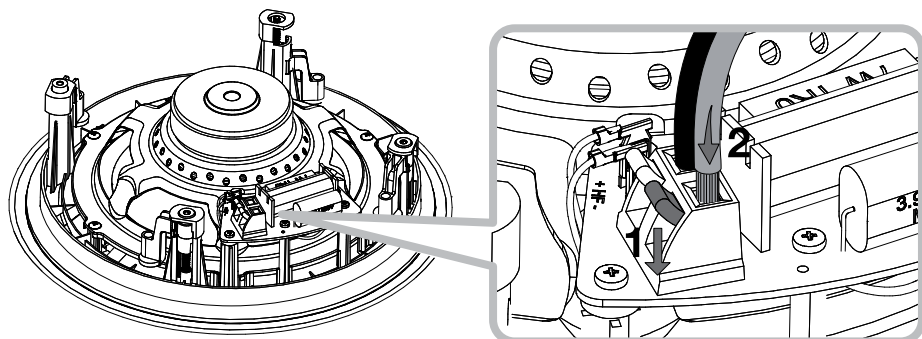

図3
4.3 次に、スピーカーケーブルをバツフルの側面にあるスプリング端子に接続します。スピーカーを正しい極に接続するようにしてください。つまり、アンプのプラス電極に接続したケーブルは、フレームの赤いスプリング端子に、同様に、アンプのマイナス電極に接続したケーブルは、フレームの黒いスプリング端子に接続してください。ケーブルの接続については図3をご覧ください。